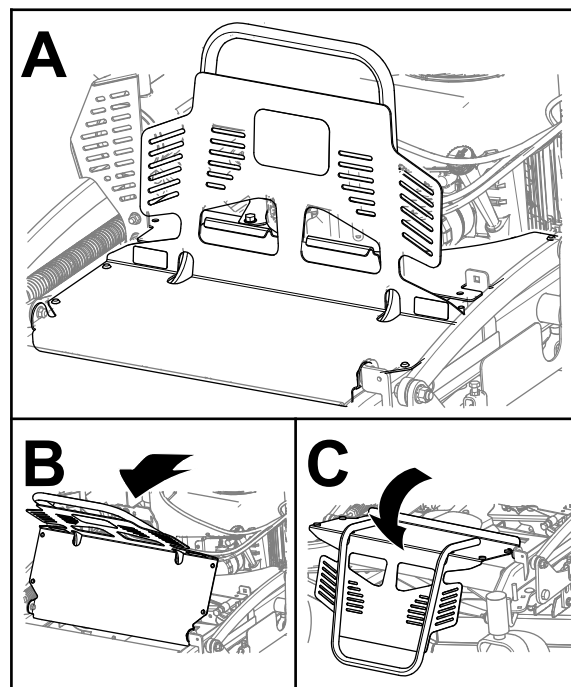

Figura 34
2. Gire el protector del motor hacia delante, como se muestra en la Figura 34